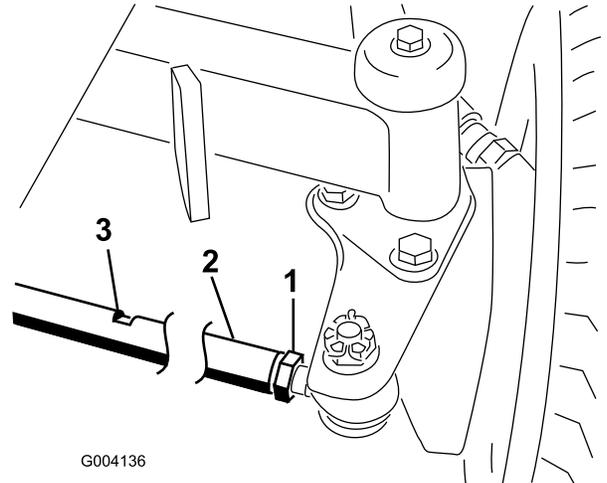

図 93
2. 各タイロッド **図 93**の端についているジャムナットをゆるめる。